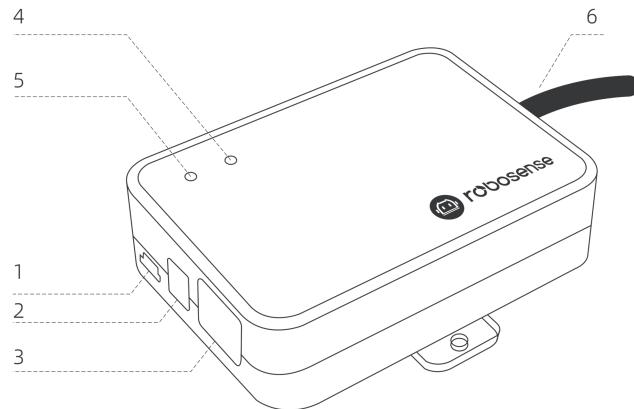

图 9 接口盒示意图
Helios 16 附件接口盒具有工作状态指示灯及各类的接口，如图 9 所示，可接驳电源输入、RJ45 网口及 GPS 输入线（航插版接口盒线长为 3 m，有其它线长需求请联系 Robosense）。
- 通电后，正常工作情况下，激光雷达的接口盒的红色和绿色电源指示灯会常亮，指示灯位置详情参见图 9。